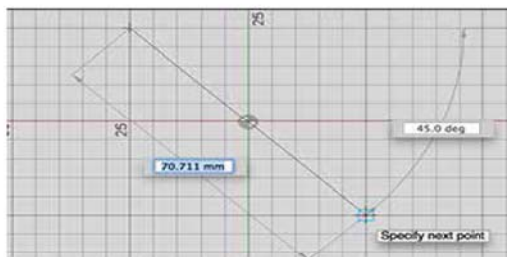

图 2-38
(2) **直线**：创建直线和圆弧，选择起点和终点以定义一条线段，单击并拖动线段的端点以定义圆弧，如图 2-38 所示。